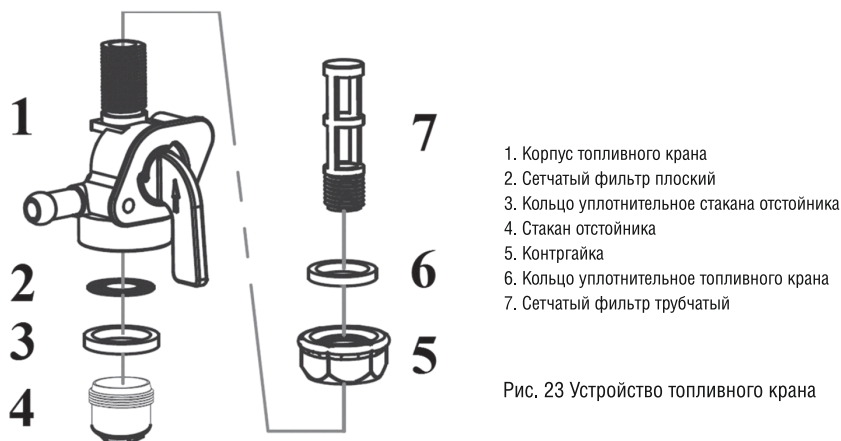

Рис. 23 Устройство топливного крана
Устройство топливного крана показано на Рис. 23.
2. Открутите контргайку 5 на 1–2 оборота (Рис. 23).
5. Извлеките из корпуса топливного крана 1 уплотнительное кольцо 3 и сетчатый фильтр 2 (Рис. 23).
6. Выкрутите из корпуса топливного крана сетчатый фильтр 7 (Рис. 23).